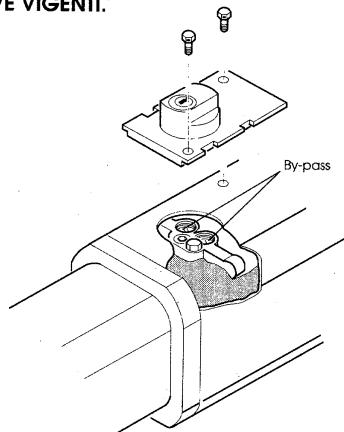

Fig. 11
La regolazione della soglia di intervento si effettua sulle viti bypass sulle quali è possibile operare svitando le viti di fissaggio del dispositivo di sblocco come da Fig. 11.
**N.B.:** Per verificare che persone non autorizzate abbiano violato il sistema e modificato la regolazione eseguita è possibile porre dei sigilli sui fori passanti ricavati sulle viti che fissano il dispositivo di sblocco (Fig. 11).